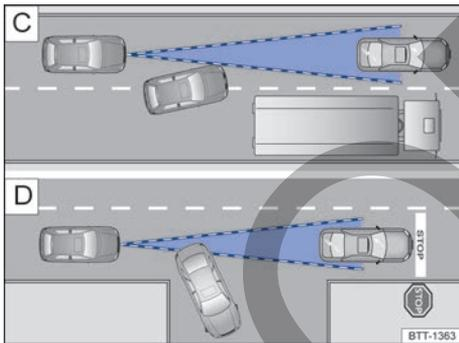

Fig. 127 C) Cambio de carril. D) Vehículo girando y otro detenido.
Si, p. ej., un vehículo detectado por el ACC gira o se aparta y delante del mismo se encuentra un vehículo detenido, el ACC no reaccionará ante este último → fig. 127 D).
- En caso de vehículos que cambien al carril por donde usted circula a muy poca distancia del vehículo → fig. 127 C).